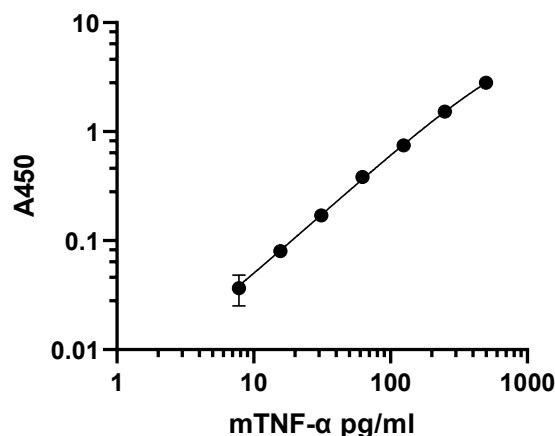

图7. 典型小鼠TNF- α ELISA的标准曲线
- 典型的标准曲线如图7所示。因操作条件的不同，每次进行实验时，应当重新绘制标准曲线。确保结果准确。